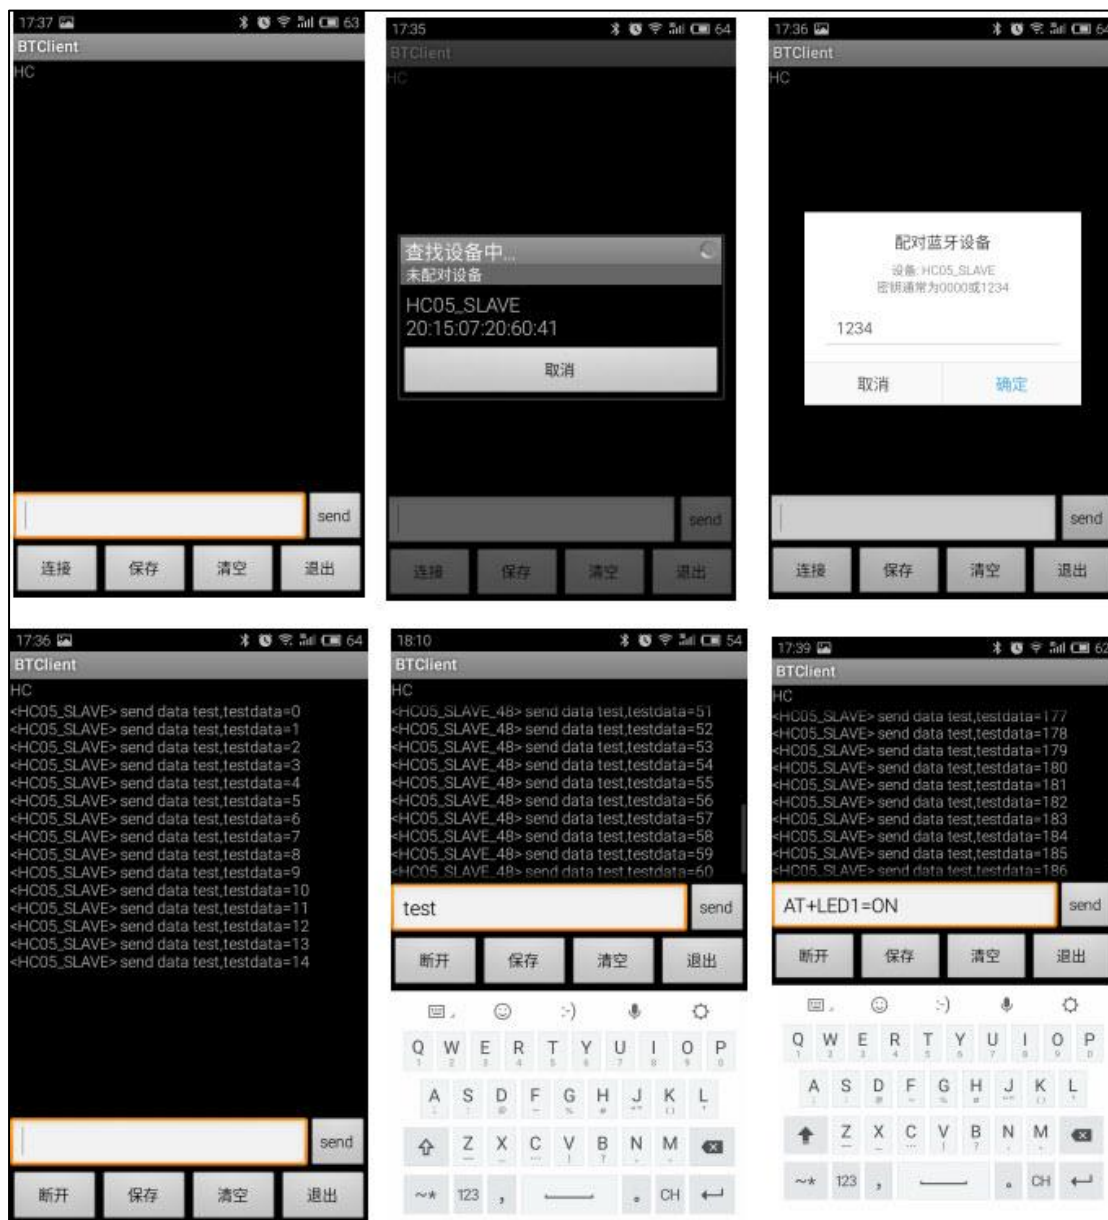
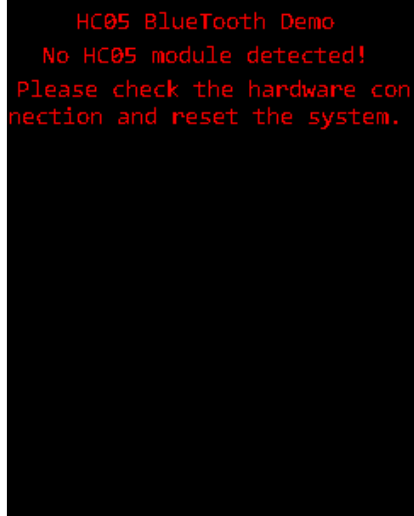

图 2-5 手机上 BTClient 的操作
图 2-6 与手机 APP 通讯时的液晶显示界面
- ❑ 打开手机的 BTClient APP, 打开手机的蓝牙设备, 点击界面左下角的“连接”按钮, 会弹出“查找设备中...”的窗口, 稍等一下会出现名为“HC05\_SLAVE”的蓝牙设备, 这就是我们的 HC05 模块的名字, 点击该设备, APP 会与 HC05 尝试连接, 输入配对码“1234”, 即可连接成功。APP 的操作见图 2-5, 开发板的液晶显示见图 2-6。
- 现在两个开发板的 HC05 模块都处于 **SLAVE** 模式，模块处在 SLAVE 模式时是不能发起蓝牙连接的。选择其中一个开发板，**长按它的 KEY1 按键**，然后它会自动执行后面的扫描、配对、连接流程。该开发板会把它的 HC05 模块设置为 **MASTER** 模式，并扫描周边的蓝牙设备，若扫描到有设备名称包含“HC05”字符串的设备，则发起蓝牙连接，连接成功后两个蓝牙模块互相发送数据，并在液晶屏上显示收到的最新数据。开发板的液晶显示见图 2-6。